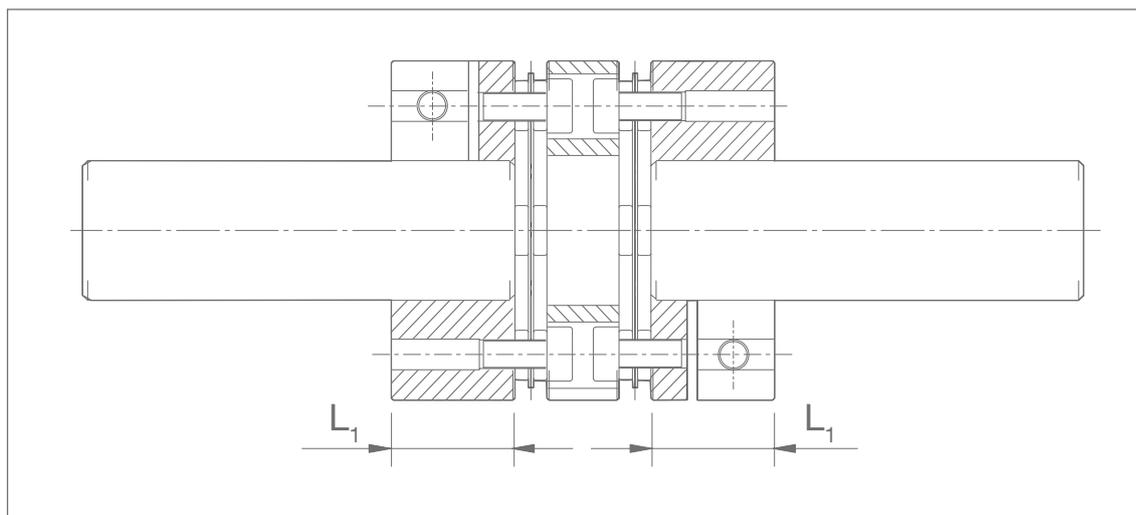

Abbildung 2
3. Bitte stellen Sie zusätzlich sicher, dass die beiden Wellenstümpfe in den vollen Nabenbereich L_1 (Abbildung 2) hineinragen (Werte hierzu entnehmen Sie bitte den jeweiligen Tabellen auf den Seiten 8-11).